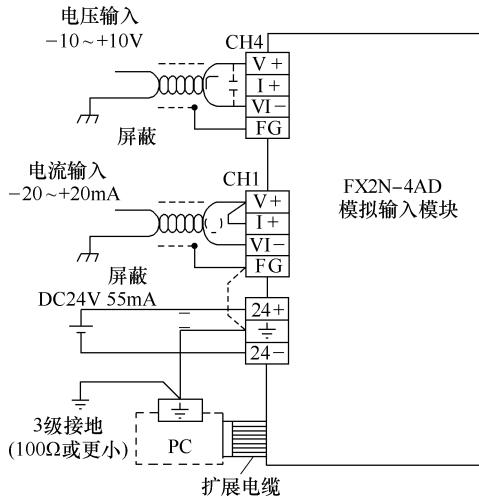

图 6-14 FX2N-4AD 的接线
1. FX2N-4AD 的接线 (见图 6-14)。
2) 当电压输入存在电压波动时, 连接一个 $0.1 \sim 0.47 \mu\text{F} / \text{DC}25\text{V}$ 的电容器, 如图 6-14 所示。